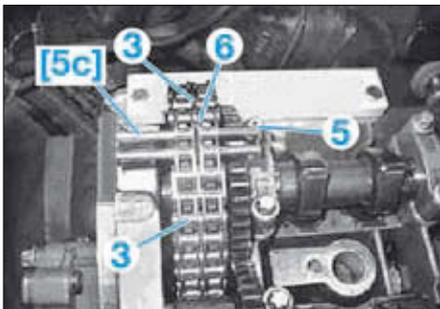

FIG. 7
- Insérer à l'aide de l'outil [5c] un maillon neuf (5) (Fig.7), ainsi qu'une plaquette centrale neuve (6) sur de la chaîne neuve (3).